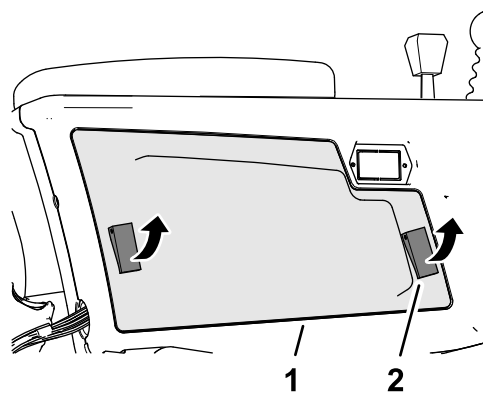

Figura 98
2. Abra los 2 enganches que sujetan la cubierta del brazo de control al brazo de control, y retire la cubierta (Figura 98).